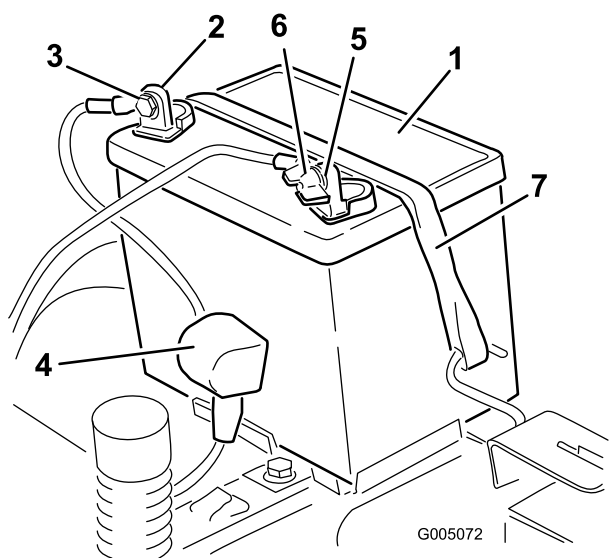

Figura 41
- Desconecte el cable negativo de tierra (negro) del borne de la batería (Figura 41).
- Desconecte el cable positivo (rojo) del borne de la batería (Figura 41).
- Retire la correa de sujeción de la batería (Figura 41) y levante la batería para retirarla de su bandeja.
- Coloque la batería en la bandeja (Figura 41).
- Fije la batería con la correa de sujeción (Figura 41).